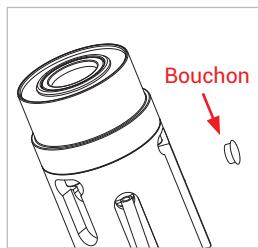

Figure 8
- ▶ Retirez les deux bouchons à l'aide d'un tournevis plat (*Figure 8*). Les trois « drain holes » (trous de drainage) doivent rester libres pour la ventilation.